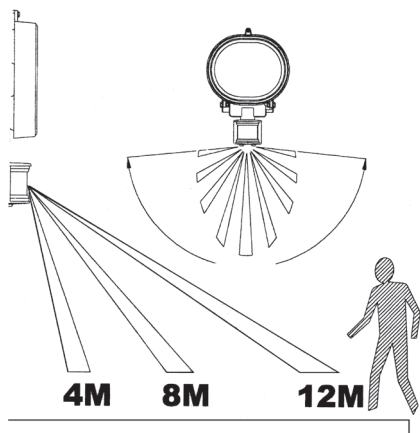

Abb. 1A
- Die ideale Montagehöhe ist 1,8 bis 2,5 m über dem zu erfassenden Bereich (Abb. 1A).